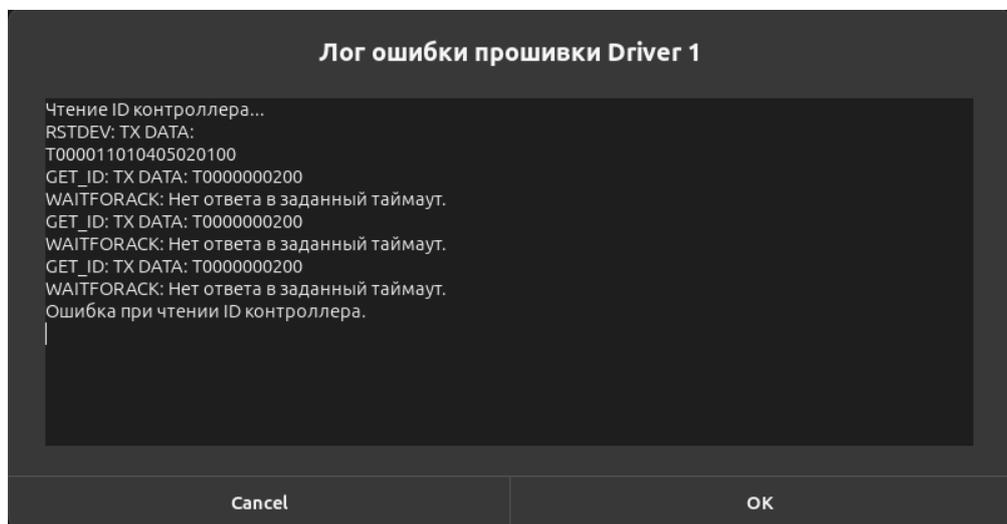

Рисунок II-40 – Лог ошибки прошивки
- 8) Нажмите «ОК». Отобразится лог ошибки (см. Рисунок II-40).